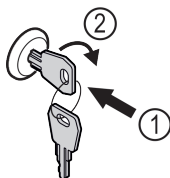

Fig. 169
- ▶ Uvucite ključ Fig. 169 (1).
- ▶ Okrenite ključ za 90° nadesno Fig. 169 (2).